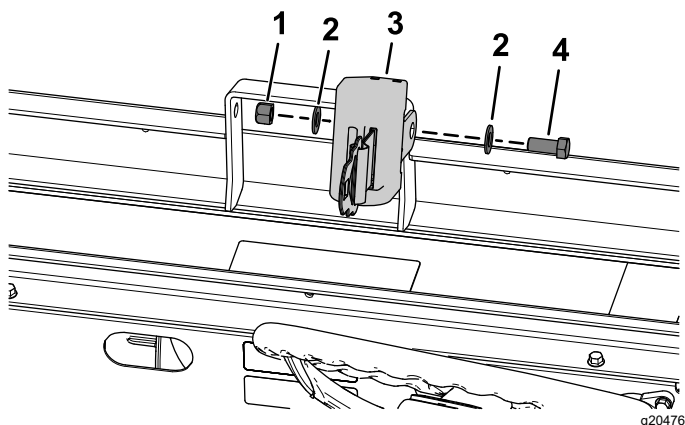

图 28
4. 如图 28 所示用六角头螺栓 7/16 x 1 英寸、2 个扁平垫圈 7/16 英寸和锁紧螺母 7/16 英寸安装安全带。